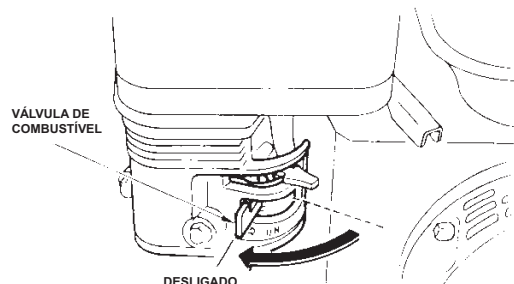

Figura 31. Alavanca da válvula de combustível (posição OFF)
- O melhor método para efectuar o acabamento do betão é andar lentamente para trás (Figura 31) com a alisadora, deslocando-a de um lado para o outro. Assim irá cobrir todas as pegadas sobre o betão húmido.
- Feche a **válvula de corte de combustível** (Figura 31) movendo a alavanca da válvula de combustível para a posição **OFF**.